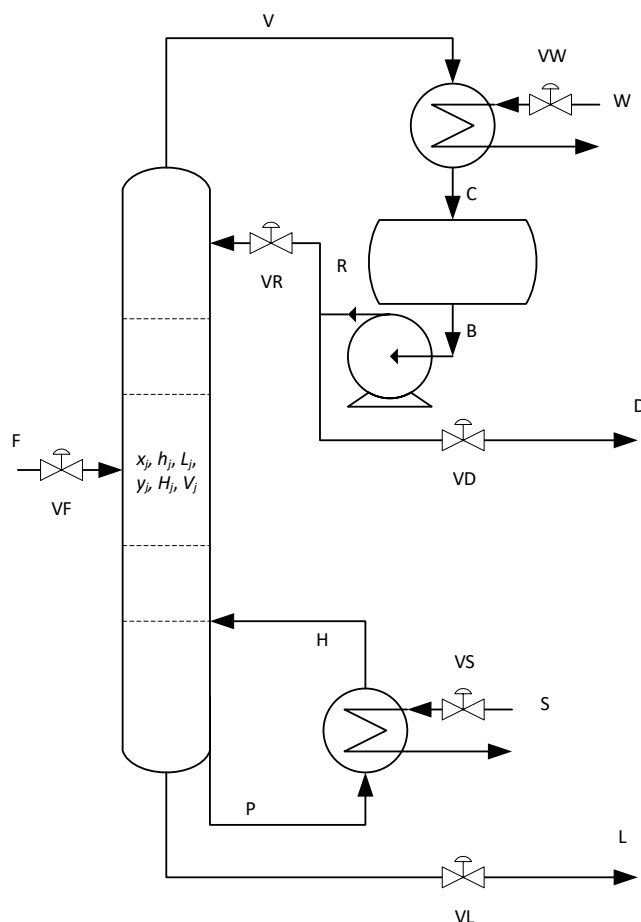

Figura 1: Torre de destilación completa
1. Considerando la torre de destilación completa de la Figura 1, realice las siguientes actividades: